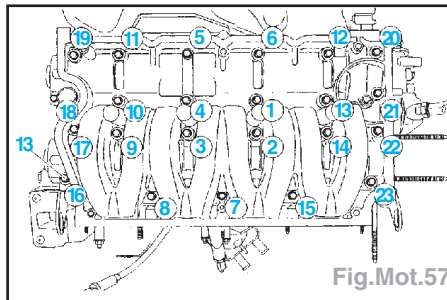

Fig.Mot.57
- Reposer le carter de chapeaux de paliers d'arbres à cames, approcher les vis et les serrer au couple de **0,9 ± 0,1 daN.m** et dans l'ordre indiqué de **1 à 23** (Fig.Mot.57).
- Reposer les couvre-culasses, approcher les vis et les serrer au couple de **0,9 ± 0,1 daN.m** et dans l'ordre indiqué de 1 à 23 (Fig.Mot.57).